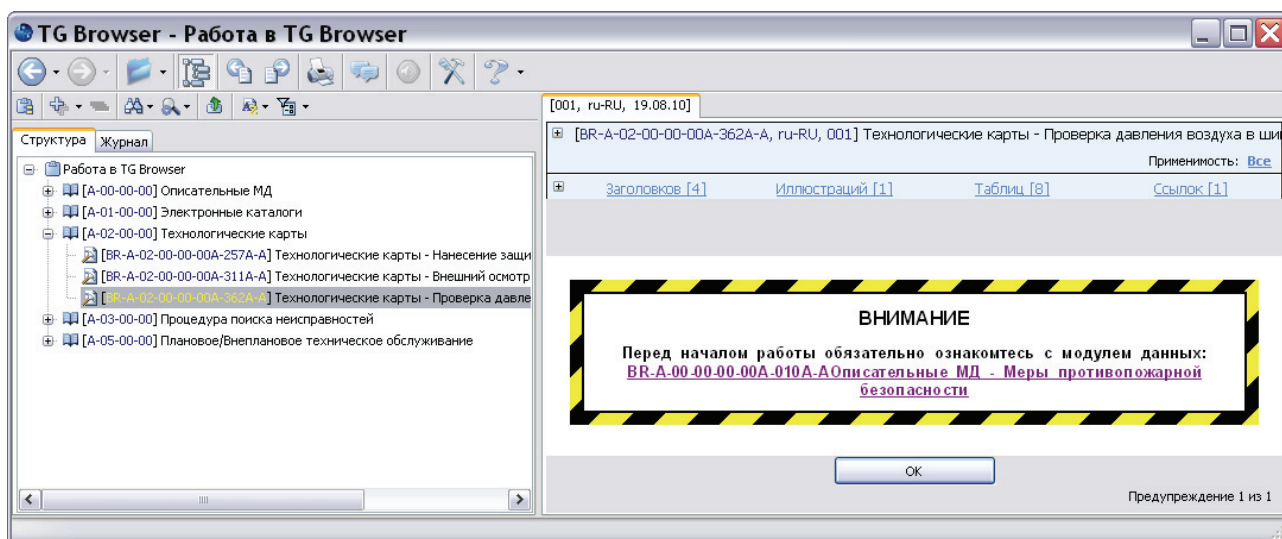

Рис. 3.79
2. На вкладке **Структура** в папке «Технологические карты» выделите МД «[BR-A-02-00-00-00A-362A-A] Проверка давления воздуха в шине колеса шасси». В правом окне появится сообщение с общими для всего МД блоками (или со всеми, в зависимости от настроек, выбранных в окне **Настройки**) «Предупреждение» и «Внимание» (Рис. 3.79).